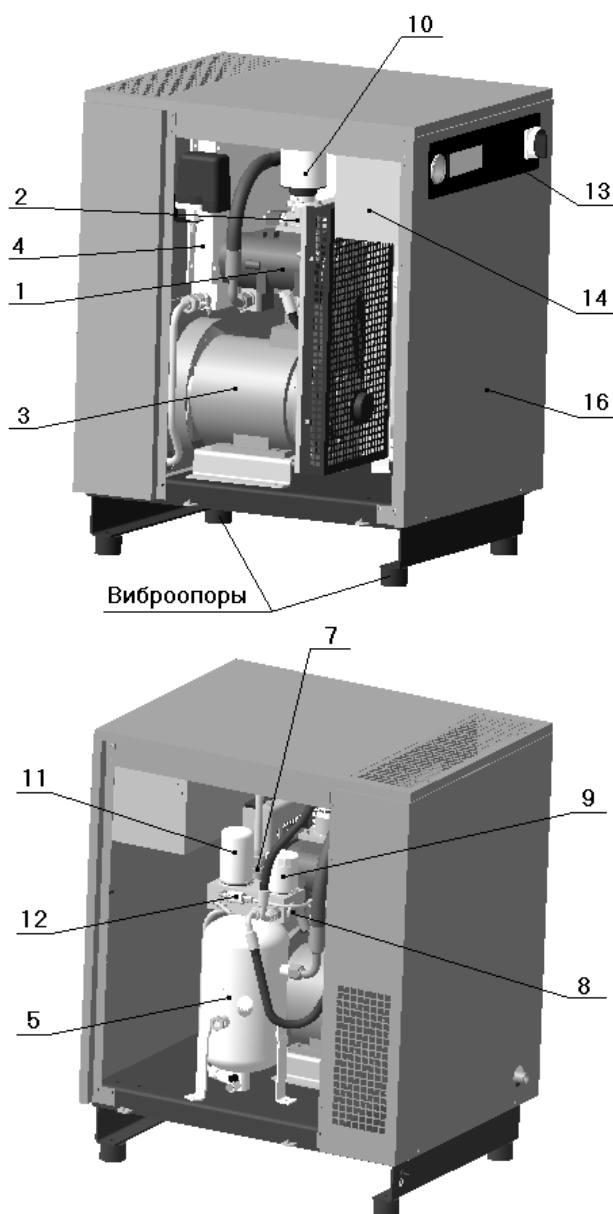
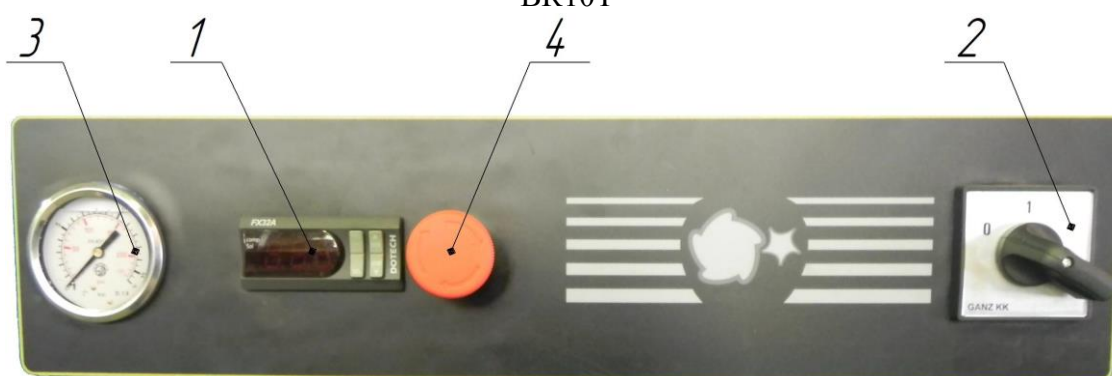
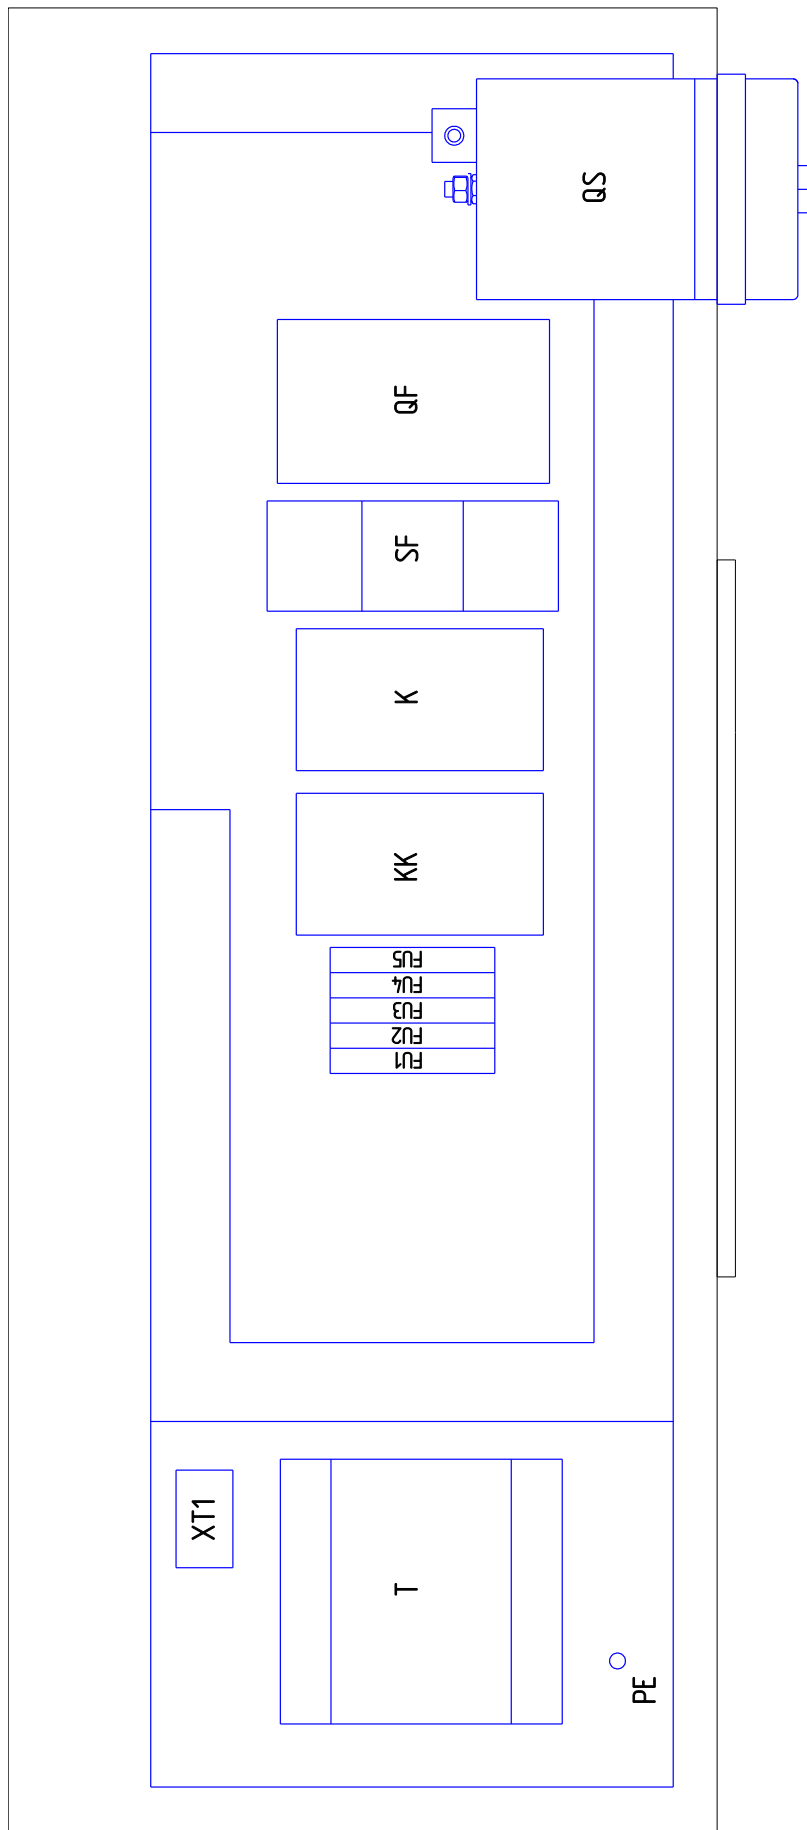

Рисунок 1 – Общий вид компрессорной установки ВК5Т-..., ВК7Т-..., ВК10Т-...
Рисунок 5
Рисунок 6 – Блок-схема платы монтажной ВК5Т, ВК7Т, ВК10Т
1 – Винтовой блок предназначен для выработки сжатого воздуха. Винтовые блоки, применяемые в компрессорных установках, приведены в таблице 3 (см. рисунок 1 или 2). В корпусе винтового блока расположены: винтовая группа, пропускные каналы для воздуха и масла, присоединительные фланцы.
2 – Клапан всасывающий (см. рисунок 1 или 3) воздушный выполняет функцию подачи воздуха в камеру сжатия и предотвращения выброса наружу сжатого воздуха и масла в момент останова установки при любом давлении подачи сжатого воздуха. Переключение клапана всасывающего в режим "ЗАГРУЗКА" или "ХОЛОСТОЙ ХОД" осуществляется при помощи клапана электромагнитного, который управляется программируемым контроллером от сигнала датчика давления.
3 – Электродвигатель (см. рисунок 1 или 2) предназначен для привода винтового блока.
4 – Воздушно-масляный радиатор (см. рисунок 1 или 2) односекционный выполняет функции охлаждения. Радиатор охлаждается проходящим через него потоком воздуха, который нагнетается вентилятором, установленным на втором конце вала электродвигателя привода установки.
5 – Маслосборник (см. рисунок 1 или 3) выполняет следующие функции:
7 – Клапан минимального давления (см. рисунок 1 или 3), установленный на линии нагнетания, предназначен для поддержания минимального давления в пределах 0,2...0,4 МПа внутри установки до тех пор, пока давление в распределительной сети не уравнивается с давлением внутри установки. Одновременно этот клапан выполняет функцию обратного клапана, блокируя установку от распределительной сети во время ее останова или работы на холостом ходу.
8 – Термостат (см. рисунок 1 или 3) состоит из запорного плунжера и термочувствительного глицеринового элемента, изменяющего направление потока масла в зависимости от температуры и смонтирован в корпусе, на котором также установлен фильтр масляный.
9 – Фильтр масляный (см. рисунок 1 или 3) неразборный изготовлен в металлическом корпусе. Он расположен в контуре смазки и предотвращает попадание твердых частиц на рабочие поверхности винтов и подшипников. Его замена необходима после выработки часов, указанных в разделе "ТО", а частота замены напрямую зависит от технического обслуживания воздушного фильтра и от качества масла.
10 – Фильтр воздушный (см. рисунок 1 или 2) впускной открытого типа. Функция воздушного фильтра - предотвращение попадания загрязняющих частиц в зону винтовой группы и систему смазки. Некачественное обслуживание воздушного фильтра приводит к уменьшению срока службы блока винтового.
11 – Фильтр-маслоотделитель (сепаратор) (см. рисунок 1 или 3) завершает операцию отделения масла от сжатого воздуха и обеспечивает остаточное содержание масла в сжатом воздухе не более 3 мг/м³. Пропускная способность фильтра-маслоотделителя зависит от качества масла и его рабочей температуры.
12 – Визуализатор возврата масла (см. рисунок 1 или 3) предназначен для визуальной оценки количества масла на возврате из фильтра-маслоотделителя. Масло, отделенное фильтром-маслоотделителем, возвращается в систему смазки установки. Функцией визуализатора является управление расходом возвратных потоков воздуха и масла. Визуализатор позволяет проверить эффективность работы фильтра-маслоотделителя и системы сепарации.
13 – Панель управления (см. рисунок 1 или 2). На лицевую сторону панели управления вынесены следующие органы управления (рисунок 5):
14 – Шкаф с электроаппаратурой (см. рисунок 1 или 2) представляет собой короб закрытого типа с установленной платой, на которой смонтирована пускорегулирующая аппаратура и устройства защиты (блок-схема см. рисунок 6), доступ к которым осуществляется путем демонтажа верхней панели корпуса и крышки шкафа.
16 – Корпус шумозащищенного исполнения (см. рисунок 1 или 2) служит для снижения уровня шума в рабочей зоне установки.
- 4) Плавкие предохранители - (см. рисунок 6) защита цепей управления и сигнализации;